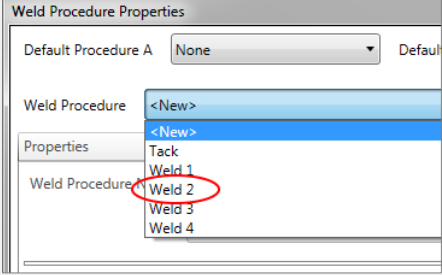

**Figura 5.3 Adicionar um procedimento de solda**
5. No menu suspenso procedimento de solda , selecione &lt; novo &gt; , se esta opção ainda não estiver selecionada.	Veja Figura 5.3.